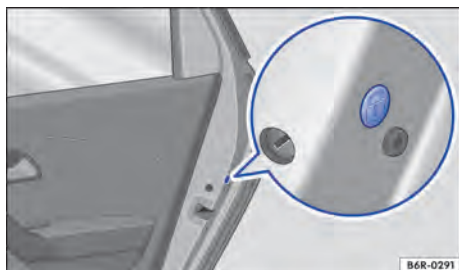

Fig. 44 En la parte delantera de la puerta derecha: bloqueo de emergencia, cubierto por una junta de goma.
- Retirar el burlete de goma en la lateral de la puerta. El burlete está identificado por un candado  → fig. 44.